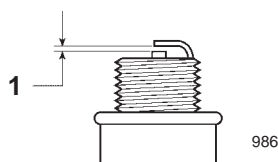

Figure 24
4. Réglez l'écartement des électrodes de la bougie neuve à 0,50 mm (Fig. 24).